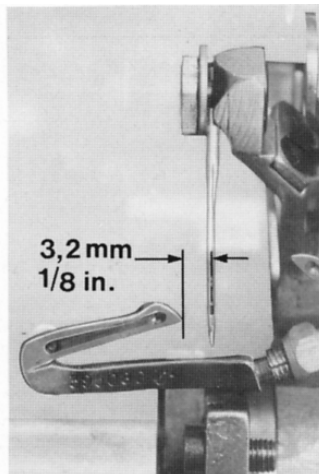

FIG. 4
Now insert lower looper (A, Fig. 4) into bar (B). With lower looper at the left end of its stroke, set looper point 3.2mm (1/8") from the center of the needle, using looper gauge No. 21225-1/8.
Ahora coloque el looper inferior (A, Fig.4) en su barra (B). Cuando el looper inferior se encuentre en su posición de extrema izquierda, ajuste la punta del looper a una distancia de 1/8" (3,2 mm) al centro de la aguja. Utilice para esto el calibrador del looper No. 21225-1/8.